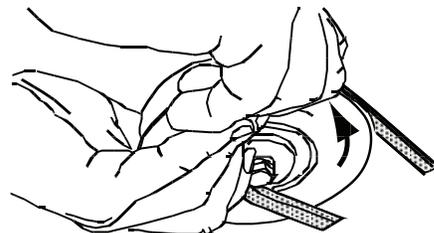

Figure 4-11
9. Tirez la droite de la courroie vers l'avant et placez le côté en V étroit dans la gorge de la poulie de la prise de force. Voir la Figure 4-11.